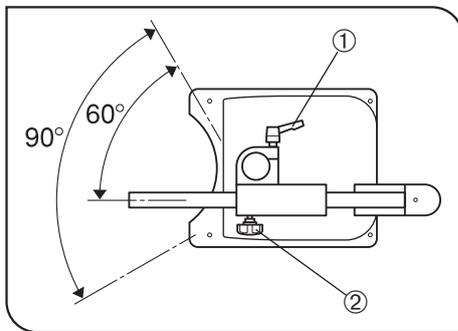

fig. 17
2. Para rodar o braço horizontal à volta da coluna, solte a alavanca de aperto vertical ①. Esta rotação está limitada a 90 ° pelo batente de rotação do anel de prevenção de queda. O alcance da rotação pode ser definido para o alcance da frente de 90 ° (que dá mais estabilidade ao sistema), orientando o botão de aperto ② do anel de prevenção de queda de modo a que este aponte para a frente do suporte. (fig. 17)